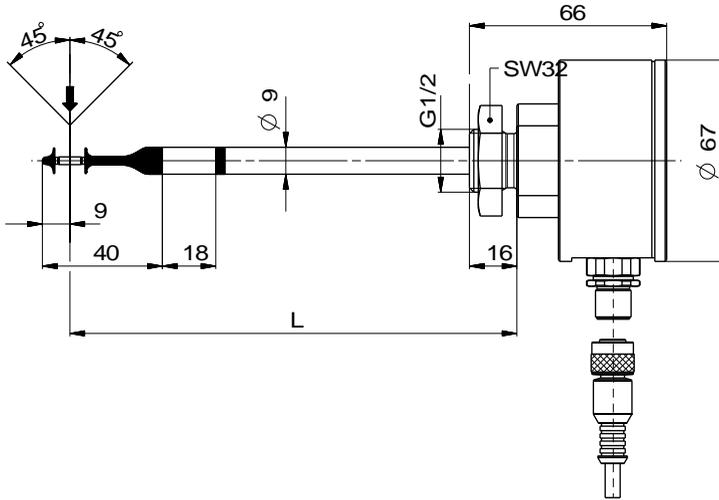

Abbildung 3-1
Bei dem Strömungssensor **SS 20.500** handelt es sich um ein Präzisionsinstrument mit hoher Messempfindlichkeit, die nur durch ein feingliedriges Design des Messfühlers erreicht werden kann (siehe Abbildung 3-1). Mechanische Einwirkungen auf die Fühlerspitze sollten deshalb vermieden werden.
Die einer Hantel ähnelnde Messspitze ermöglicht die omnidirektionale Strömungsmessung senkrecht zur Fühlerlängsachse. Des Weiteren erlauben die strömungsführenden Scheiben eine Abweichung von der ideal senkrechten Erfassungsrichtung von bis zu $\pm 45^\circ$ (siehe Abbildung 3-1) ohne signifikante Beeinflussung des Messergebnisses⁷. Die Mitte des Hantelkopfelements, auf die sich auch die Längenangabe (L) des Fühlers bezieht, stellt den eigentlichen Messort der Strömungsmessung dar und sollte möglichst günstig im Flow platziert sein, z. B. in der Rohrmitte (siehe auch Abbildung 3-5).